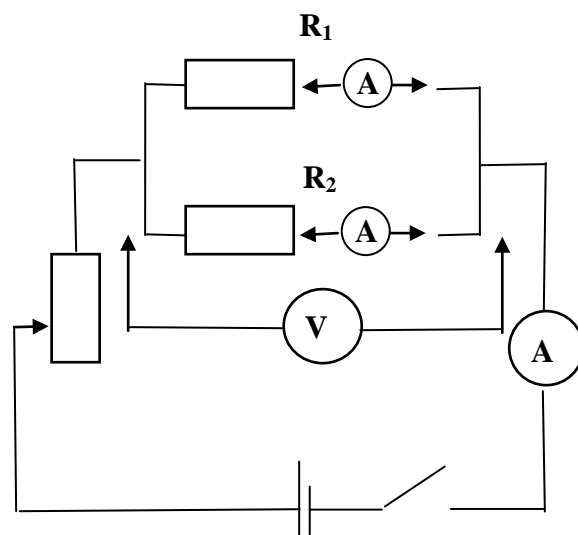

рис.2
5. Собрать электрическую цепь (рис. 2) и с помощью реостата установить стрелку вольтметра на определенное деление шкалы.